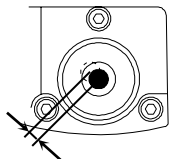

図 5.3
- 4) 残りの半分は気泡管調整ネジを六角レンチで回し、気泡を正しく中央へ戻します(図5.3)。